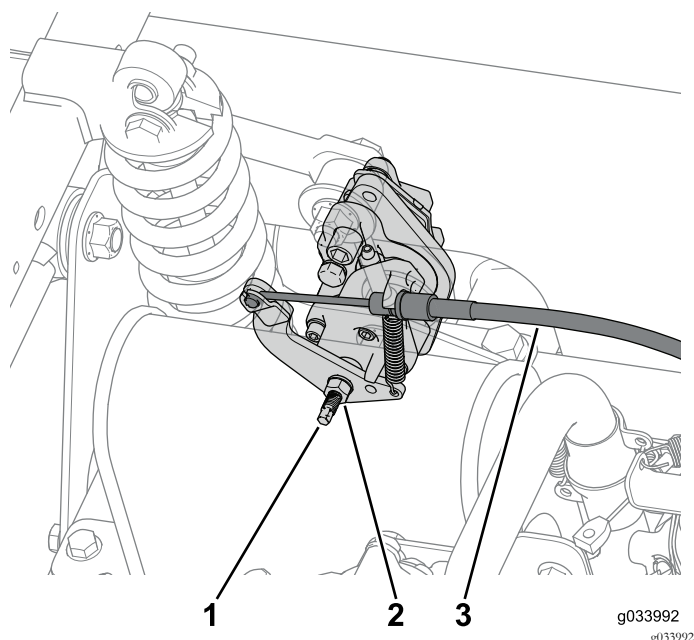

图8
1. 松开锁紧螺母然后将后制动卡钳上的调节螺丝逆时针旋转 2 圈 图8。
2. 将手刹拉索从两个后制动卡钳断开图8。